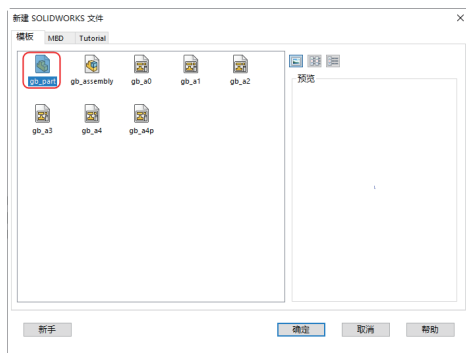

图1-12 显示GB标准模板
- 【模板】标签: 其中显示的是具有GB标准的模板, 如图1-12所示。